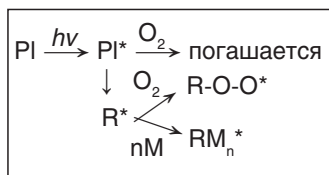

Рис. 7. Взаимодействие фотоинициатора с кислородом: свободные радикалы уничтожаются кислородом или инициируют полимеризацию.
Возбужденный фотоинициатор (PI) может быть или нейтрализован кислородом, или распален до радикала (R*), рис. 7. Радикал затем